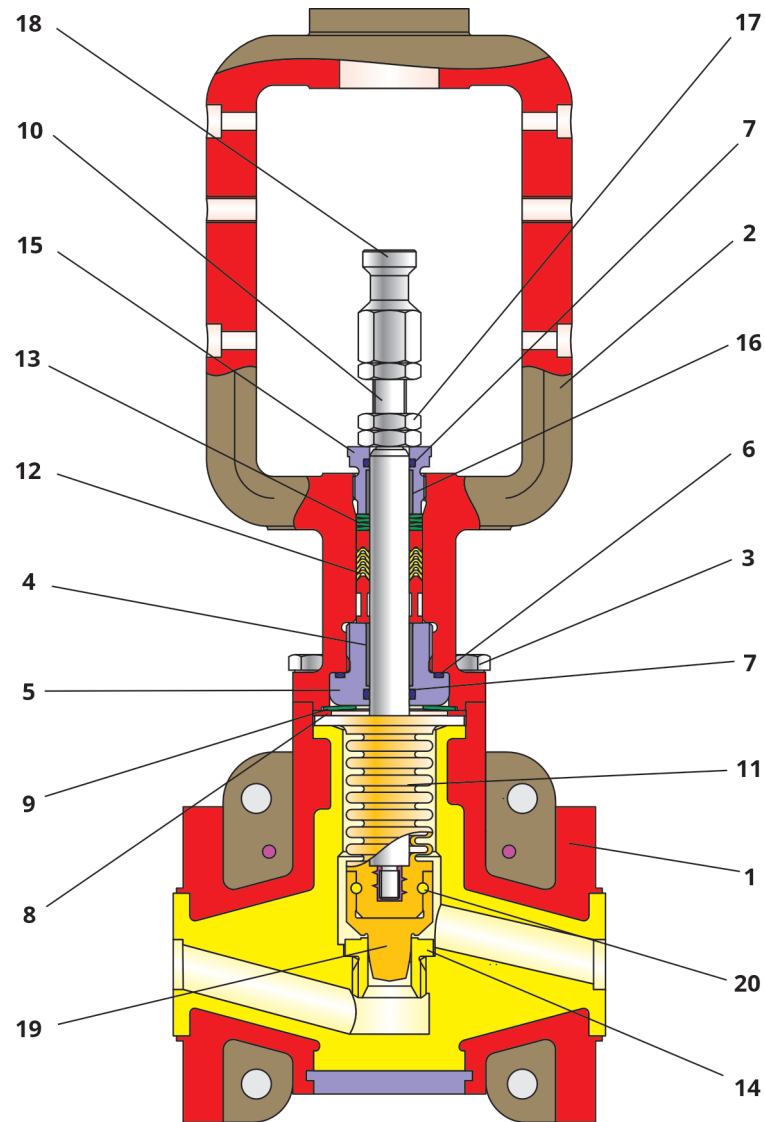

Fig. 3-1 : Vue en coupe d'une vanne à partir de l'année de fabrication 2015
- ⇒ Serrer le couvercle à collerette (2) au niveau de l'arcade à colonnes à l'aide d'un étau à mâchoires afin que l'ouverture de la bride pointe vers le haut.
- ⇒ Insérer le jeu de rondelles-ressorts (13) dans l'alésage prévu à cet effet. La Fig. 3-1 illustre la disposition des rondelles-ressorts.
- ⇒ Insérer successivement la bague de fermeture, les joints V-ring de la garniture à chevrons (12) et le rouleau d'entretoise. La vue en coupe Fig. 3-1 illustre l'arrangement de la garniture à chevrons.
- ⇒ Enfoncer par pression le coussinet inférieur (4) de la partie supérieure du fouloir (5).
- ⇒ Insérer le joint torique (7) dans la rainure intérieure et le joint torique (6) dans la rainure du col du fouloir (5).
- ⇒ Graisser le fouloir (5) au niveau du filetage.
- ⇒ Insérer le fouloir jusqu'à la butée dans le couvercle à collerette (2).
- ⇒ Insérer la rondelle-ressort (9) et la rondelle de pression (8) dans le couvercle à collerette (2). La disposition est indiquée sur le dessin, de la figure 3-1.
- ⇒ Insérer de la tige (voir chapitre 3.5.1.2) dans le couvercle à collerette (2).
- ⇒ Enfoncer la bride du soufflet (11) dans le couvercle à collerette (2).
- ⇒ Insérer les vis (3) et serrer les vis en croix de façon homogène.